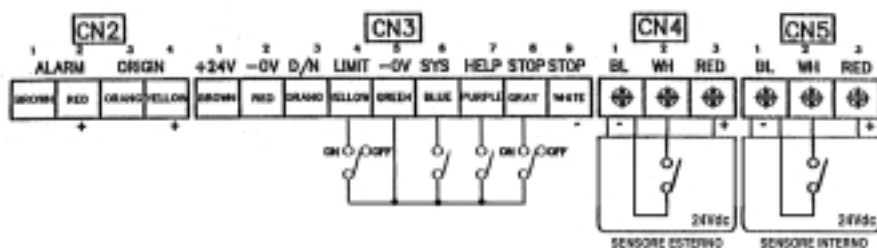

Fig6
6. Die anderen Anschlüsse gemäß Abb. 6 sowie den Handbucheleitungen des Programmiergeräts JVOP-100 herstellen.